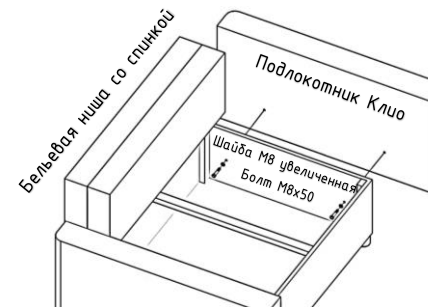

Рис. 3
3. После установки опор, при помощи болтов М8х50, шайб увеличенных М8 и ключа рожкового S=13 присоединить подлокотники к бельевой нише (для Клио) (рис.3).